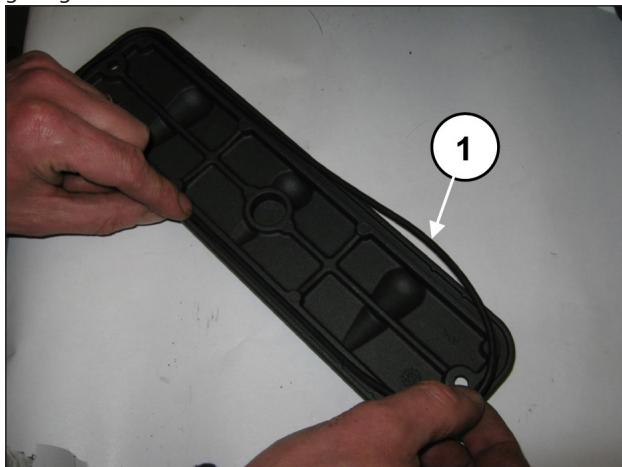
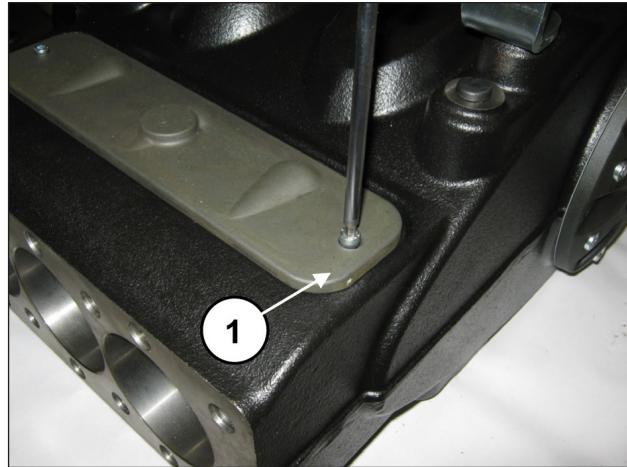

Abb. 97
Abb. 98
Montieren Sie die Inspektionsdeckel mit dem O-Ring (Pos. ①, Abb. 97) und ziehen Sie die Deckel anhand von 2 Schrauben M6x14 (Pos. ①, Abb. 98) und 2 Schrauben M6x40 fest. Eichen Sie die Schrauben mit einem Drehmomentschlüssel, wie in Kapitel 3 EICHWERTE FÜR DEN SCHRAUBENANZUG gezeigt.